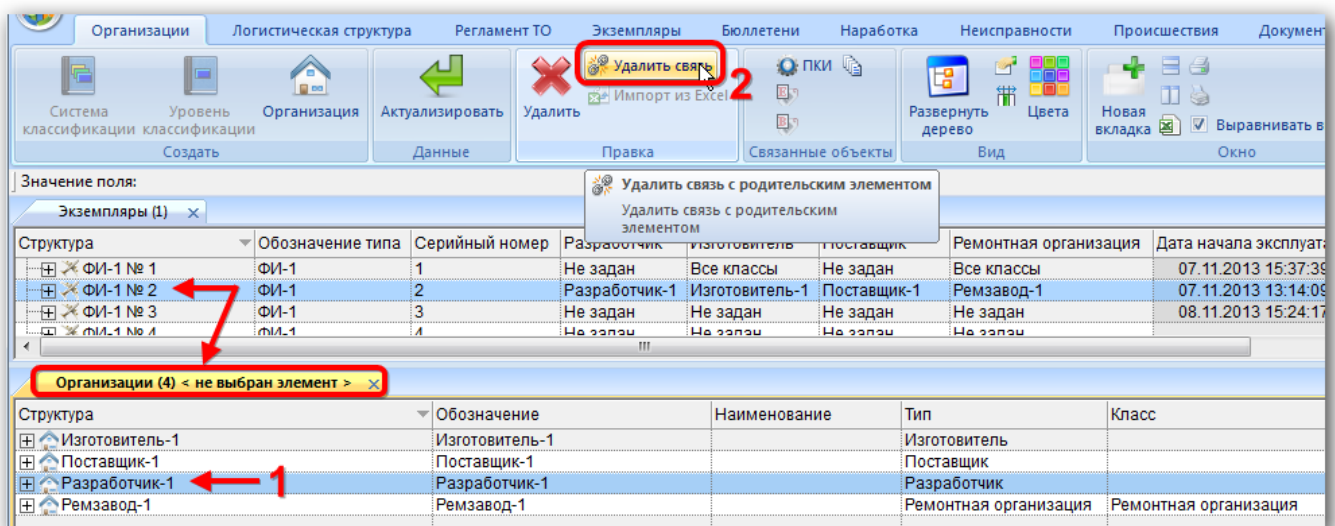

Рис. 13-44 – Удаление связи ФИ с организацией
- 5) Нажать кнопку «Удалить связь» панели «Правка» (рис. 13-44).